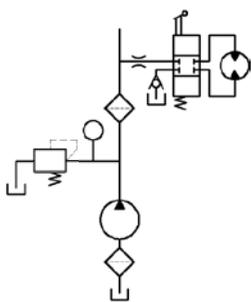

图 17.8.35 插入块 (三)
(27) 插入块。选择下拉菜单 **插入(I)** → **块(B)...** 命令，系统弹出“插入”对话框，在 **名称(N):** 的下拉列表中选择“箭头”，单击 **确定** 按钮，在图中所示的位置单击并旋转一定角度按 **Enter** 键，完成块的插入。结果如图 17.8.35 所示。